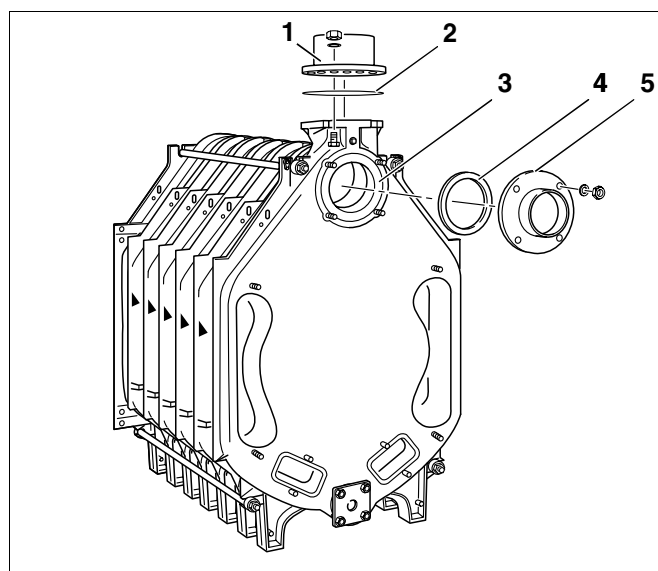

Fig. 25 Montage - bride de raccordement
- La bride à souder (avec tuyauterie déjà soudée) est à monter sur le moyeu supérieur arrière (fig. 25, **pos. 3** - raccordement retour) lors du raccordement des tuyauteries. La bride à souder et le joint plat sont représentés (fig. 25, **pos. 4 et 5**).
- La bride de raccordement de départ (fig. 25, **pos. 1**) avec joint plat (fig. 25, **pos. 2**) sera nécessaire pour le raccordement ultérieur du départ.